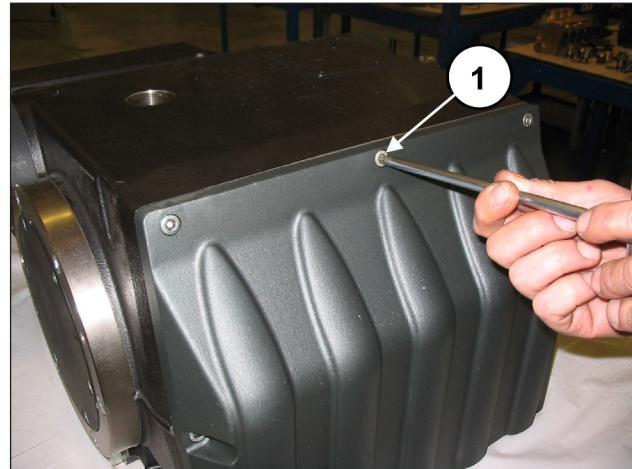

Abb. 9
Lösen Sie die Befestigungsschrauben des Gehäusedeckels (Pos. ①, Abb. 9) und entfernen Sie diesen. Ziehen Sie den O-Ring ab und ersetzen Sie diesen bei Bedarf.